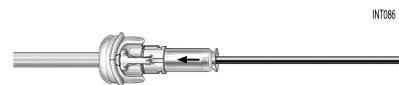

Figura 12
12. Avance el manguito de bloqueo sobre el adaptador hasta que escuche un clic al ajustarse (Figura 12).